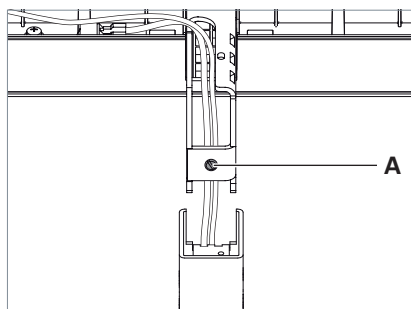

Fig. 15: Ajuster la tête du luminaire.
- ▶ Pour soulever un peu la tête du luminaire, tournez la vis de réglage **A** d'un tour dans le sens inverse des aiguilles d'une montre, voir Fig. 15.